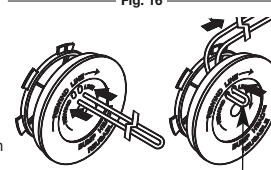

Fig. 17
Gire toda la unidad a modo de que el accesorio de corte se ubique a un ángulo de 30° con el suelo (Fig 17).
7. Bobine las líneas en capas parejas y ajustadas sobre el carrete (Fig. 17). Bobine la línea en la dirección indicada en el carrete interior. Coloque su dedo índice entre las dos líneas para evitar que se superpongan. No superponga los extremos de la línea. Proceda al paso 11.